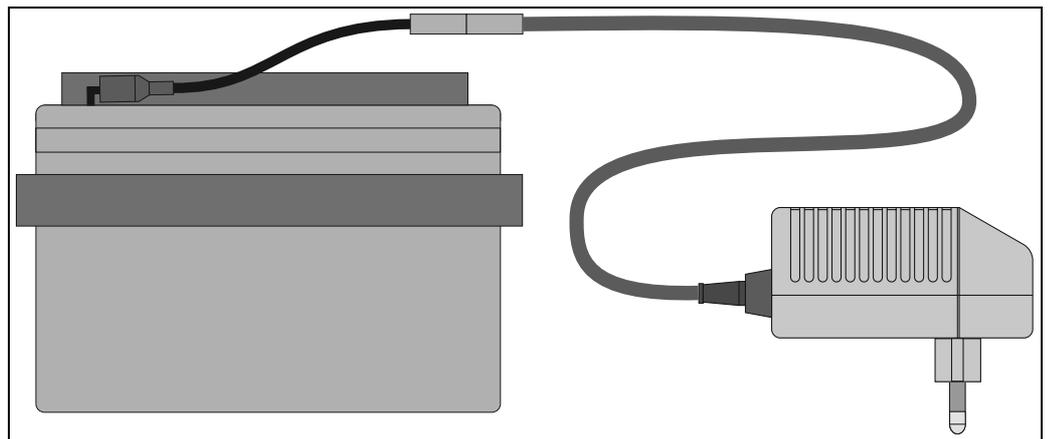

Abb. 6: Ladegerät mit Akku
1. Schließen Sie den Ladestecker des Ladegerätes an den Akku an ( → Abb. 6)